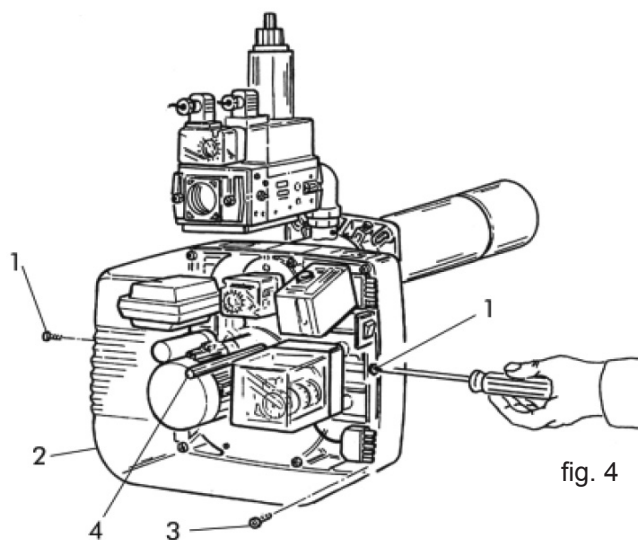

fig. 4
Per accedere ai componenti principali è sufficiente togliere il cofano (fig.4). La manutenzione alla testa di combustione si esegue nel seguente modo:
- Svitare le viti 1 e togliere il cofano 2 (fig.4).
- Svitare le viti 3 e il perno centrale 4 (fig.4).